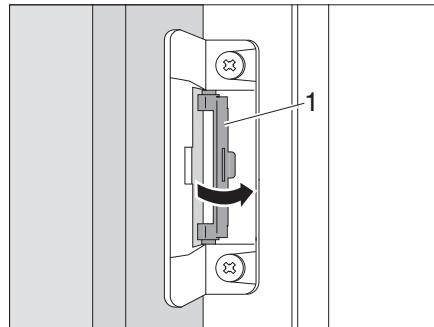

Fig. 365 Remettre le dispositif de blocage dans la position initiale
- Remettre le dispositif de blocage (Fig. 365,1) dans la position initiale.